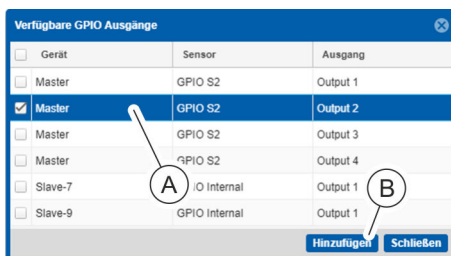

Abb. 125: Fenster „*Verfügbare GPIO Ausgänge*“
9. ➤ Gewünschten Ausgang am GPIO-Modul auswählen (Abb. 125/Ⓐ) und die Auswahl über die Schaltfläche „*Hinzufügen*“ (Abb. 125/Ⓟ) übernehmen.